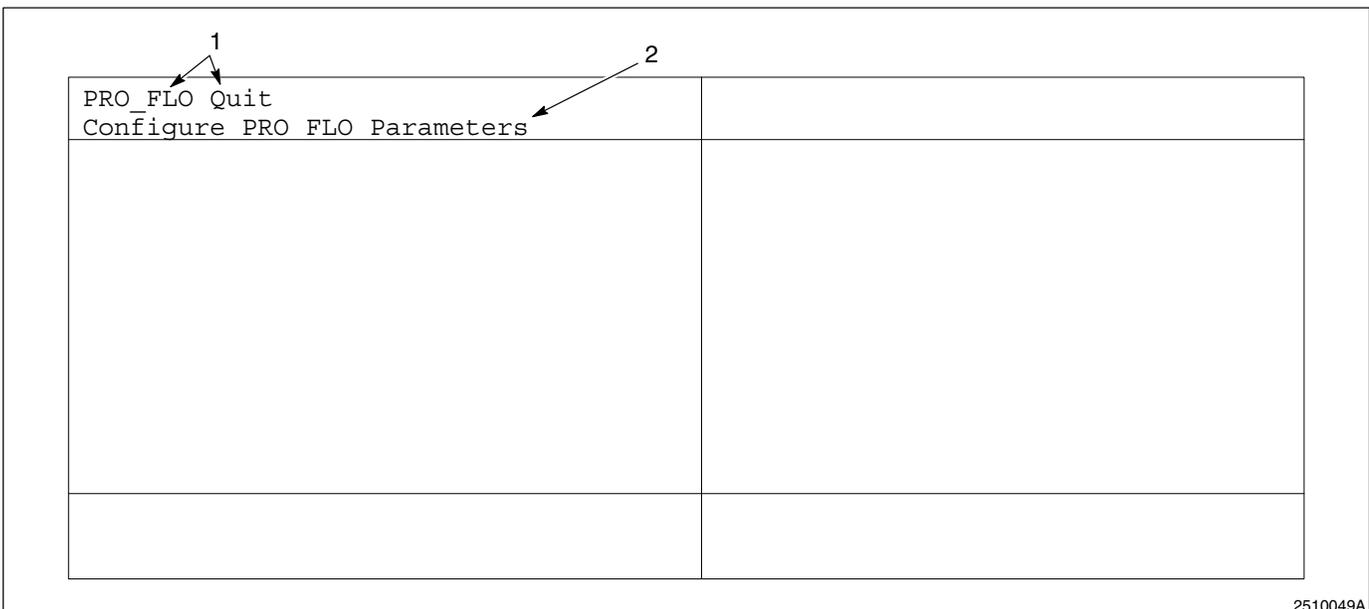

Fig. 3-7 Top-Level Menu
6. See Figure 3-7.
2. See Figure 3-7.